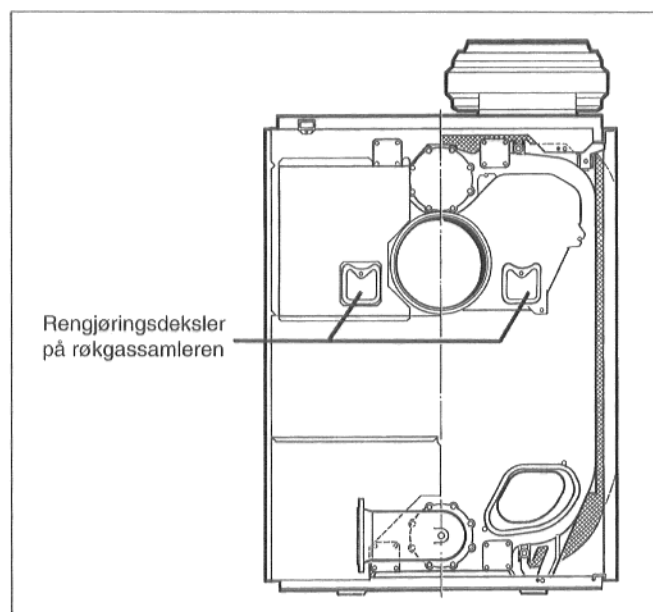

Fig. 64
- Forbrenningsrester fra røkgassamleren fjernes (fig. 64).